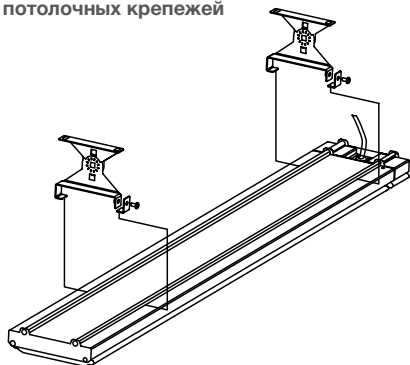

Рис.5
4. Установите кронштейны на расстоянии друг от друга в соответствии с рис. 5, закрепив их с помощью цепи или крепежа.